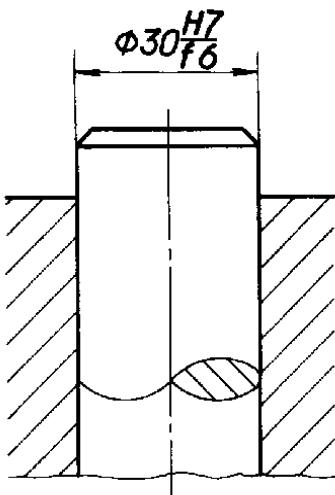
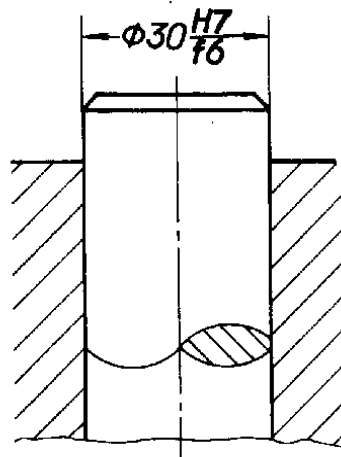
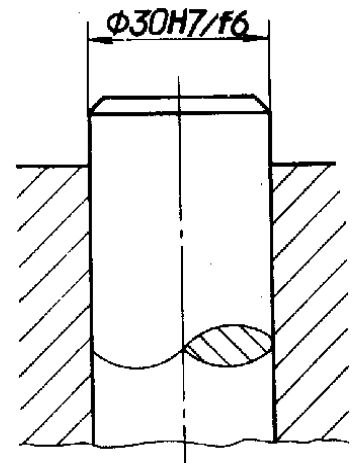

图 15
图 16
图 17
3.1 在装配图中标注线性尺寸的配合代号时，必须在基本尺寸的右边，用分数的形式注出，分子为孔的公差带代号，分母为轴的公差带代号（图15）。必要时也允许按图16或图17的形式标注。